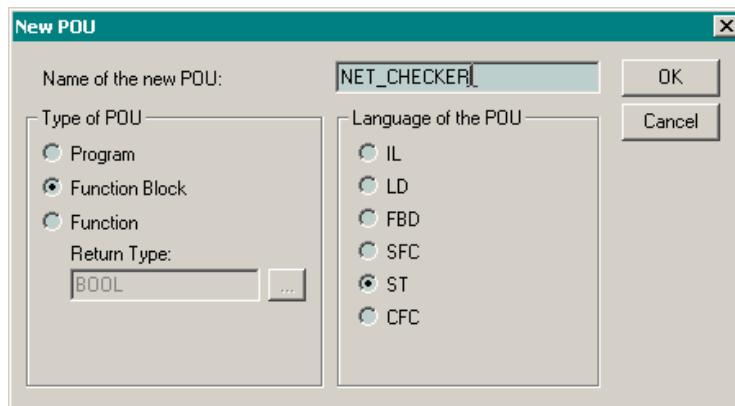
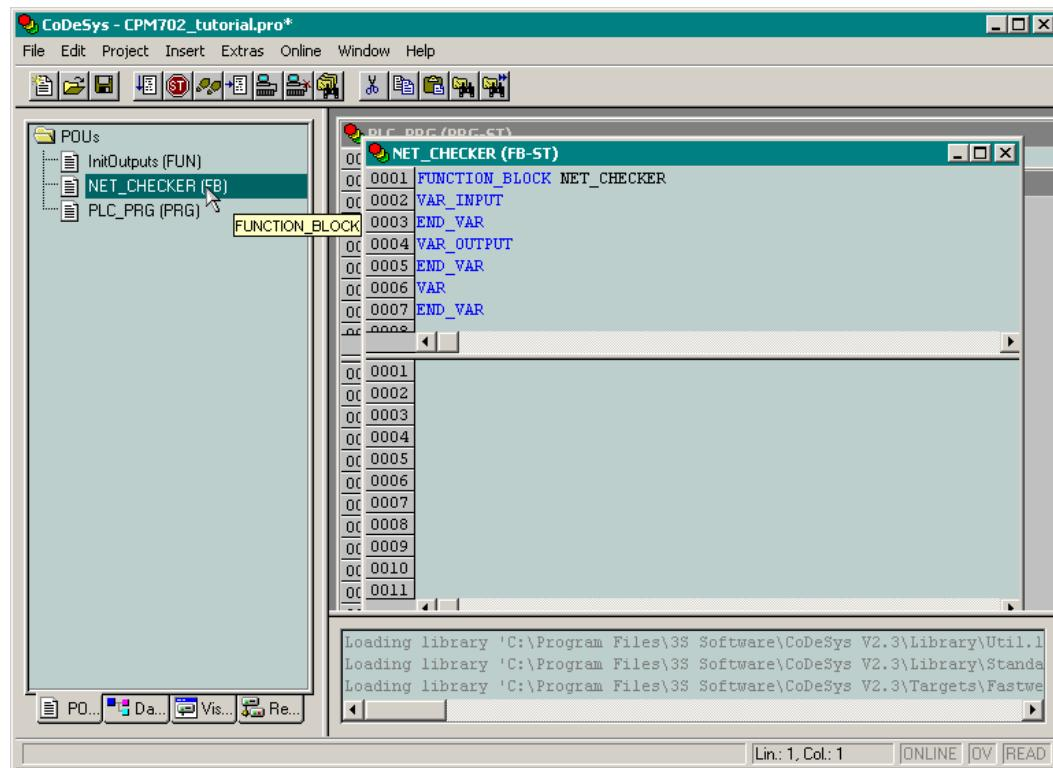

Рис. 42. Диалоговая панель New POU создания программной единицы при создании функционального блока
Рис. 43. Главное окно CoDeSys после создания функционального блока
2. Выберите опцию **Type of POU: Function Block**, введите имя блока *NET\_CHECKER*, как показано на рис. 42, и нажмите кнопку **OK**. Название созданного функционального блока будет добавлено в список программных единиц, а в области главного окна CoDeSys справа появится окно редактора исходного текста с заготовкой блока, как показано на рис. 43.